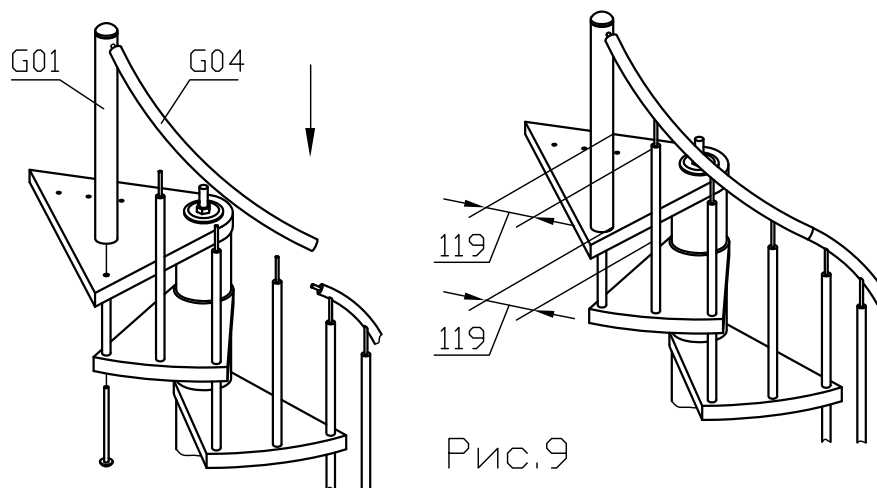

Рис.9
2.7.8 Установите на место поручень и столб. См. Рис.9.